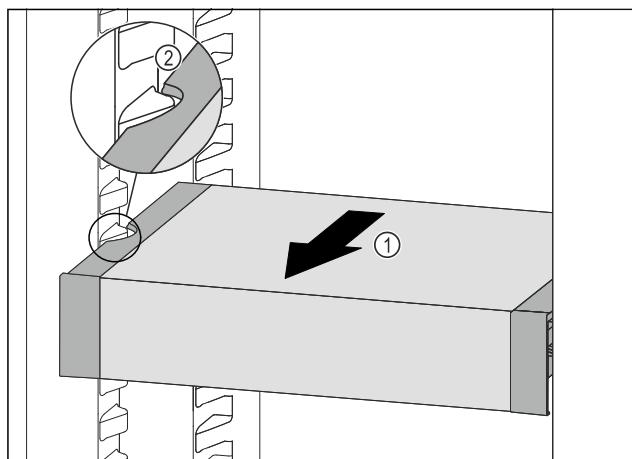

Fig. 110
- ▶ 向前拉动 VarioSafe Fig. 110 (1)，直至 VarioSafe 的侧部凹槽与冷藏区中的容器肋梁持平。Fig. 110 (2)